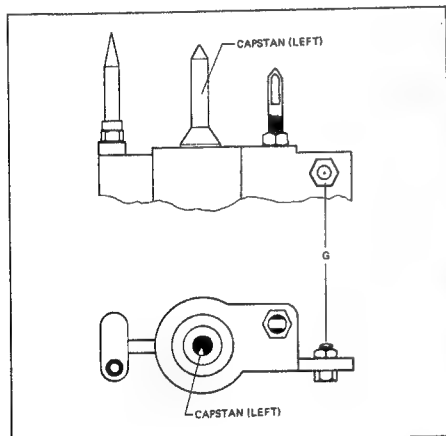

Fig. 3.5
- Die Zentrierschraube [G] im Doppelkapstanguss (Fig. 3.5) lösen.
- Loosen centering screw [G] in the dual capstan casting (Fig. 3.5). Press pivoting carrier down until the tip of the headless setscrew [H] plunges into the centering screw.
- Dévissez la vis de centrage [G] du châssis du double cabestan (fig. 3.5). Poussez le support pivotant vers le haut. La pointe de la tige filetée [H] doit pénétrer dans la vis de réglage.